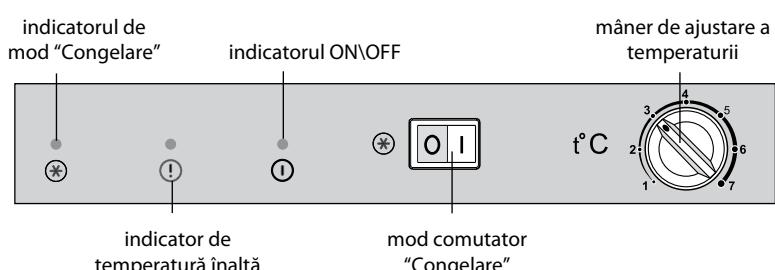

Figura 3 – Controale congelatorului
2.1.1 În conformitate cu figura 3 congelatorul are următoarele controluri de gestionare:
2.2.1 Congelatorul se aprinde când îl conectați la rețeaua electrică folosind mânerul respectiv, în conformitate cu figura 3.
2.3.1 Reglarea temperaturii în congelator se face cu ajutorul mânerului aşa cum este arătat în Figura 3. După reglare, temperatura în congelator se menține în mod automat.
Când congelatorul este pornit pentru prima dată este recomandat să-i deschideți ușa, setați butonul pe "3" sau "4", aşa cum se arată în figura 3 și ON\OFF pe "0". Apoi închideți ușa congelatorului. În viitor, pentru a selecta temperatura optimă pentru depozitarea alimentelor este necesar să controlați temperatură.
2.4.1 Activarea modului "Congelare" se face prin apasarea butonului pe «!» – Indicatorul se aprinde. Atunci când apăsați pe "0" indicatorul se stinge, în conformitate cu figura 3.